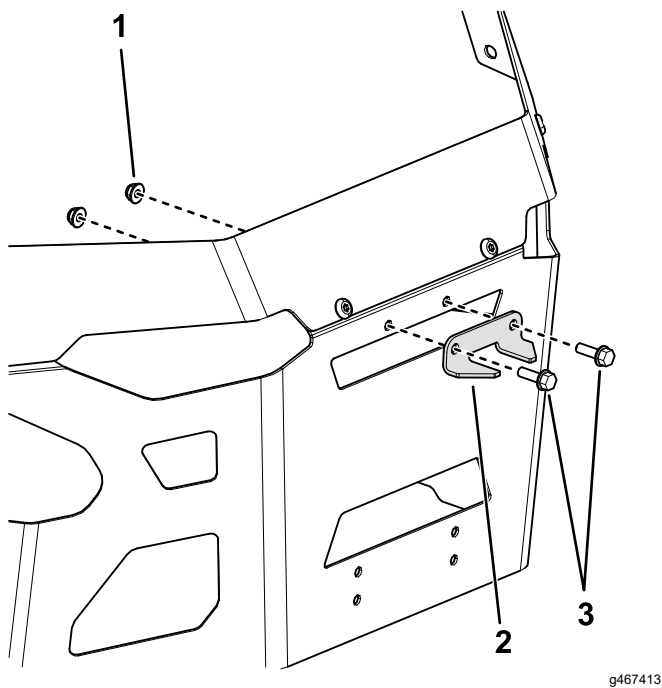

Figura 5
1. Instale o suporte estabilizador na proteção do motor utilizando 2 parafusos de carroçaria (5/16 x $\frac{3}{4}$ pol.) e 2 porcas de bloqueio (5/16 pol.) como se mostra na Figura 5.